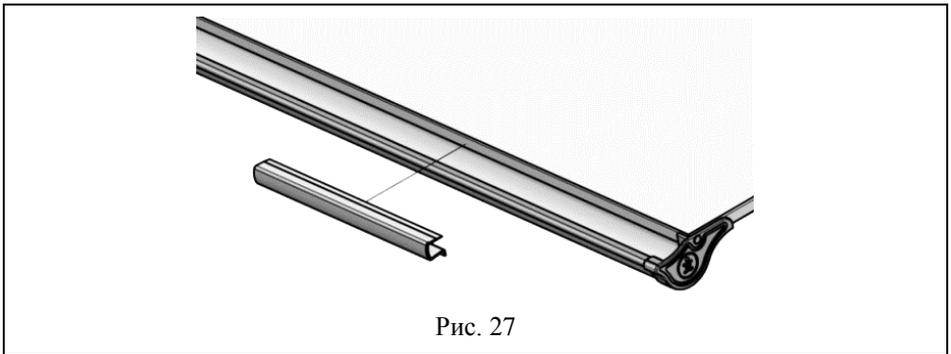

Рис. 27
5.5.7 На столешницу надеть линейку с упором (поз. 1, пакет № 2) согласно рис. 27.